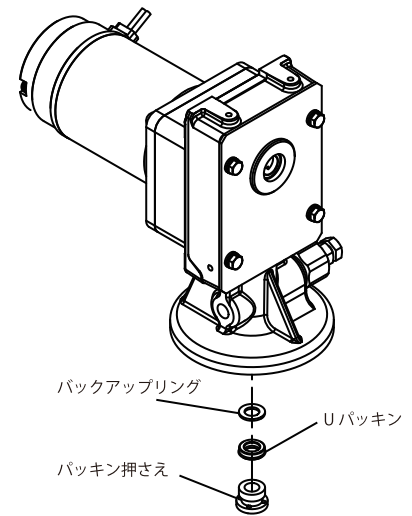

Fig.13
- 16) 手で上ポンプ組立のクランクケースにサクシオンチューブをねじ込み、最後にバルブアダプターにスパナを掛けて確実に締め込んでください。(Fig. 13)